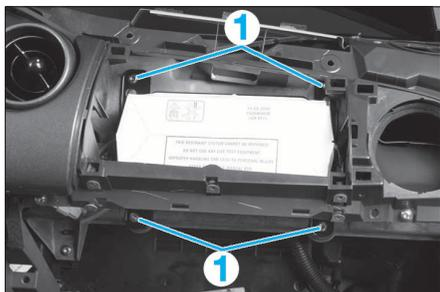

FIG. 18
- les 4 vis (1) (Fig.18) et débrancher le connecteur du module avant de l'extraire vers le bas.